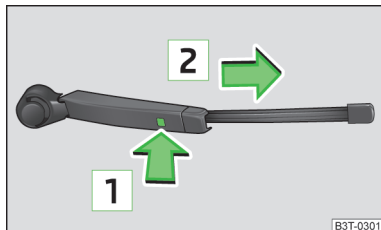

Fig. 200
- Țineți brațul ștergătorului de partea superioară și deblocați siguranța **1** » fig. 200.